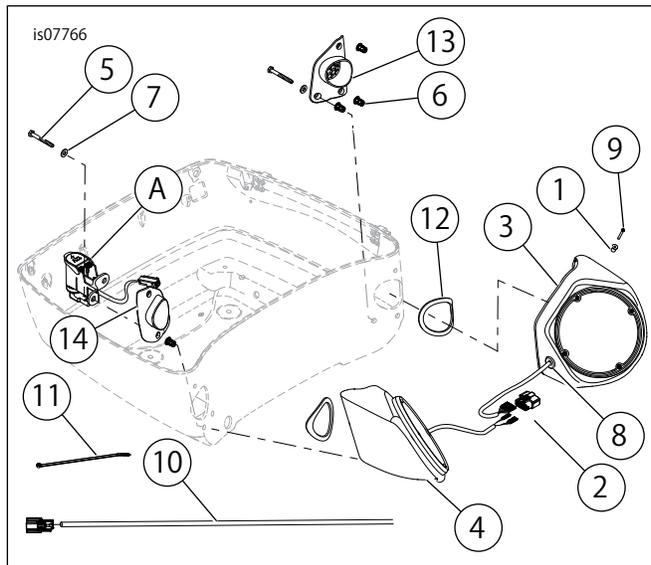

図3。交換用パーツ：SPEAKERENCLOSUREKIT (スピーカーエンクロージャーキット)
「図3」および「表1」を参照してください。
9. 「図3」を参照してください。スピーカーエンクロージャーに6個のジャックナット(6)を取り付けます。